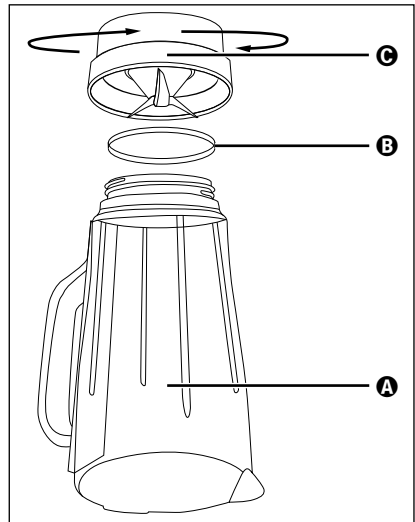

Fig. 4
- 2) Stil produktet på hovedet, og drej blenderkandens **3** plastdel **C** mod urets retning, så den kan løsnes fra blenderkandens **3** glasdel **A** (se fig. 4).